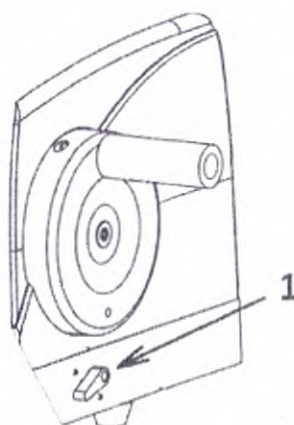

Рисунок 7. Стопорный рычаг для ручного маховичка
Ручной маховичок может быть зафиксирован в любом положении при помощи стопорного рычага (Рисунок 7, (1)), расположенного с правой стороны от корпуса микротомы;
| Рисунок 7Рисунок 4, (1) | Стопорный рычаг для ручного маховичка |
- Для механической блокировки ручного маховичка, переключите стопорный рычаг (Рисунок 7, (1)) в положение вверх, после чего маховичок зафиксирован и его нельзя будет повернуть.